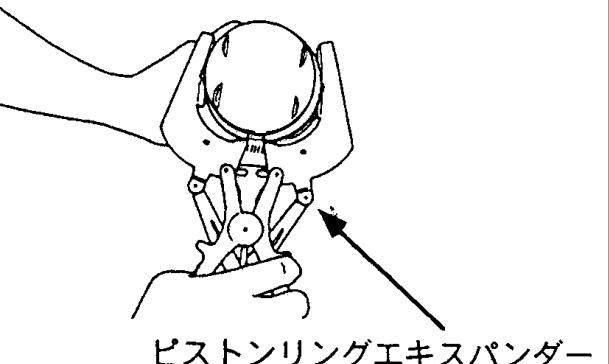
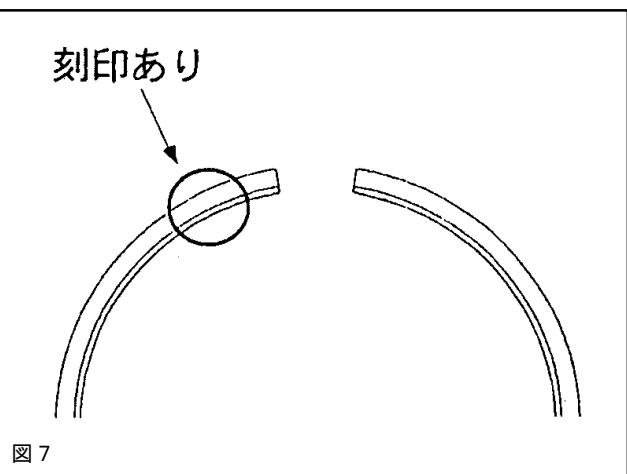

図 6
図 7
- 6 . 1 図 6 のように、ピストンリングエキスパンダーを用いてピストンに取付けてください。オイル・セカンド・トップリングの順に取付ける。この時、トップ及びセカンドリングは図 7 に示す刻印のある面を上面にしてください。
6 . 3 コイルリングが装着されたピストンのオイルリング溝にレールリングを図6のようにピストンリングエキスパンダーを用いて取付けてください。